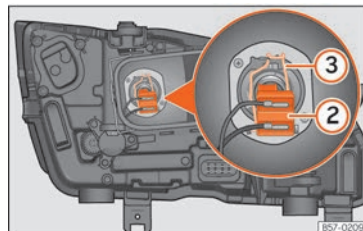

Fig. 109 En el vano motor: lámpara de luz de cruce.
3. Extraiga el conector »» fig. 109 ② de la lámpara.
4. Desenganche el resorte retenedor »» fig. 109 ③ presionándolo hacia dentro y a la derecha.